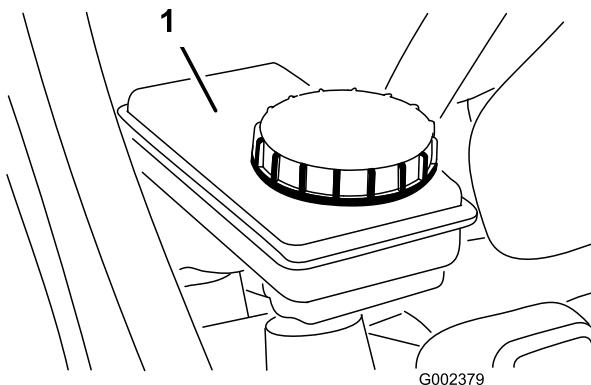

Figura 50
5. Asegúrese de que el nivel de fluido llegue a la línea Lleno del depósito (Figura 50).
6. Si el nivel de líquido es bajo, limpie la zona alrededor del tapón, retire el tapón y llene el depósito hasta el nivel correcto con el líquido de frenos especificado (Figura 50).